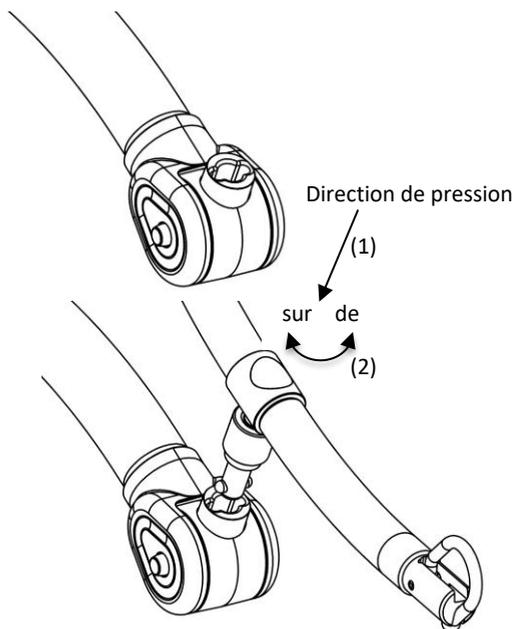

Fig. 1.6H
7. Fixez la barre d'écarteur. Faites pivoter le point d'attache de manière à ce qu'il pointe vers le haut, insérez la barre d'écarteur et faites-la tourner de 90° dans le sens des aiguilles d'une montre tout en appuyant fermement vers le bas (Fig. 1.6H).